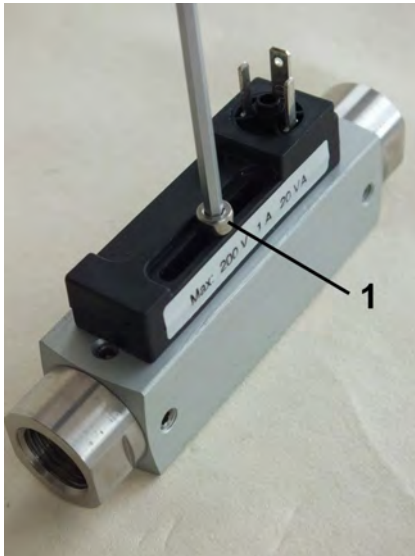

Abb. 54: Feststellschraube Schaltkontakt
3. ➤ Feststellschraube (Abb. 54/1) des Schaltkontaktes mit einem Sechskant-Schraubendreher herausdrehen und entfernen
7. ➤ Feststellschraube (Abb. 54/1) einführen und leicht anziehen damit sich der Schaltkontakt noch leicht verschieben lässt
9. ➤ Feststellschraube (Abb. 54/1) wieder festdrehen, dabei Schrauben-Anziehdrehmoment beachten ( Kapitel 11.1 „Anziehdrehmomente“ auf Seite 74)